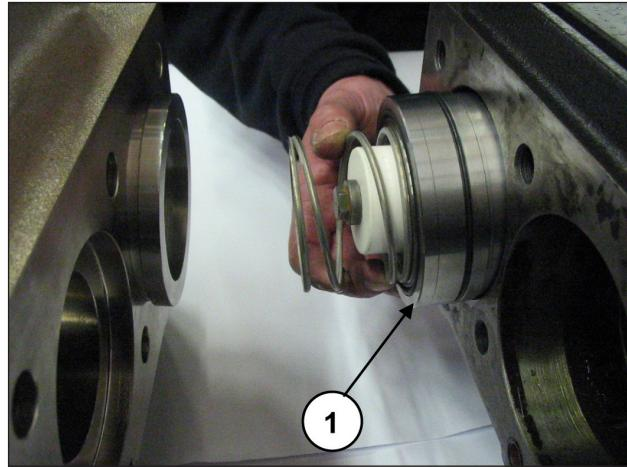

图 159
通过转动轴，使活塞导承向前移动，从而使缓冲垫向前移动，挤出密封圈底座、弹簧和整个活塞组件(位置①，图 159)。